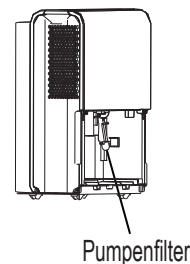

Abb. 12
- Nehmen Sie den Eimer aus der Einheit, nehmen Sie die Pumpe ab und reinigen Sie den Filter der Pumpe (siehe Abb. 12).